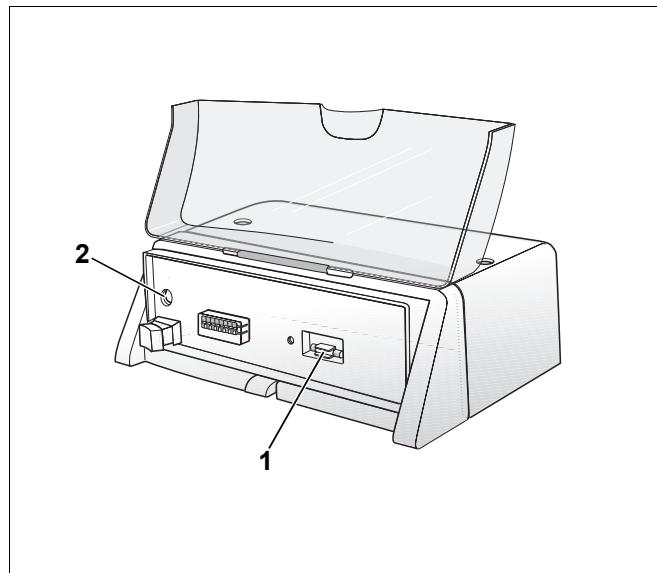

Рис. 6 Замена предохранителя отопительной установки
На передней стороне системы управления (сзади главного регулятора) находится выемка с запасным предохранителем для отопительной установки (рис. 6, поз. 1).
- Вращая отверткой против часовой стрелки, отверните крышку предохранителя (рис. 6, поз. 2).
- Вынуть вперед крышку с неисправным предохранителем (рис. 6, поз. 2).